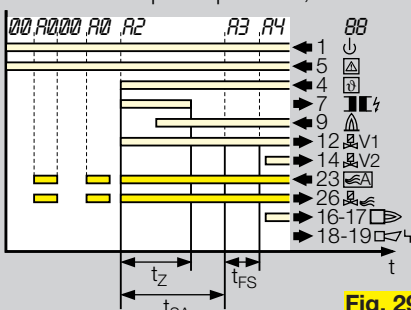

Fig. 29
2. Das Luftventil öffnet programmgesteuert (Fig. 29 + 30): Parameter 30 = 0: ohne Programmsteuerung
2. The air valve opens program-controlled (Figs. 29 + 30): Parameter 30 = 0: No program control
2. Воздушный клапан открывается программой (Fig. 29 + 30): Параметр 30 = 0: без программного управления